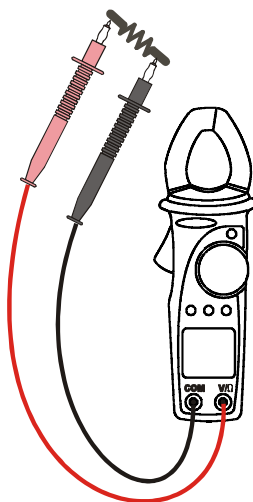

Fig. 8: medidas de resistencia y continuidad
3. Posicione las puntas de prueba en el punto deseado del circuito en examen (ver Fig. 8), el valor de la resistencia será visualizada.